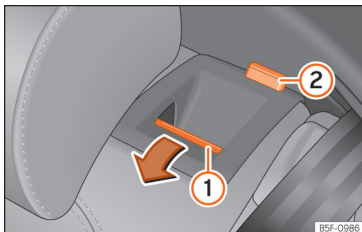

Рис. 96 Заднє сидіння: складання спинки.
- Натисніть важіль розблокування >>> **рис. 96** ① і водночас опустіть спинку вперед. Якщо ви бачите червону позначку ②, отже, спинка сидіння розблокована.